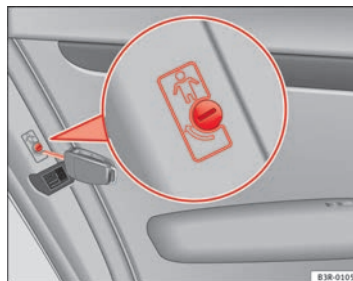

Abb. 77 Kindersicherung der hinteren Türen
- Drehen Sie den Schlüssel in Pfeilrichtung ⇒ **Abb. 77**.